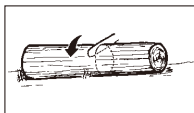

Fig. 13A
1. Stock med stöd hela längden: Kapa från ovasidan och var försiktig för att undvika skärning i marken (Fig. 13A).